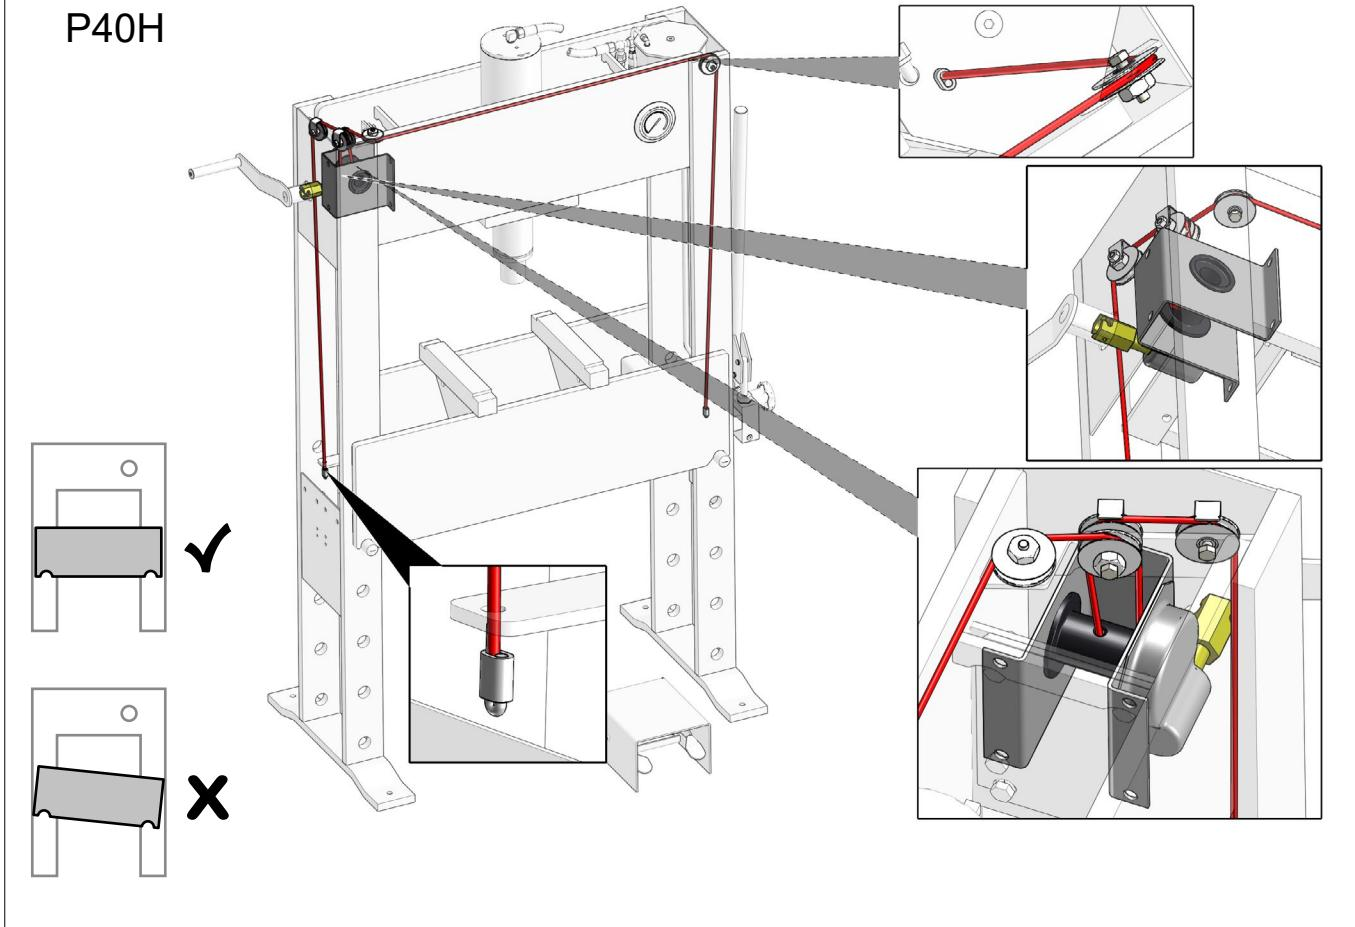

Fig.32
- Spillets wire og wirens fastgørelse (Fig.32) - (Fig.34)
- Winch and wire for wear and tear (Fig.32) - (Fig.34)
- Winde und Draht für Verschleiß (Fig.32) - (Fig.34)
- Treuil et fil pour l'usure (Fig.32) - (Fig.34)
- Vinsch och tråd för slitage (Fig.32) - (Fig.34)
- Vinssi ja lanka kulumista varten (Fig.32) - (Fig.34)
- Lier en draad op slijtage (Fig.32) - (Fig.34)
- Compruebe que el polipasto y su cable no presenten daños (Fig.32) - (Fig.34)
- Лебедка и трос на износ (Fig.32) - (Fig.34)
- Verricello e filo per usura (Fig.32) - (Fig.34)